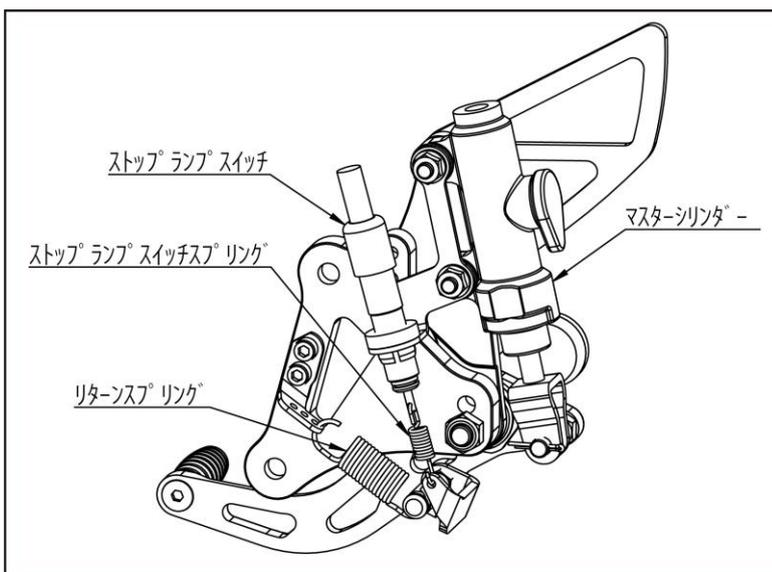

図2 マスターシリンダー取り付け
- ① アンダーカウルを取外します。
- ② 下記のSTDパーツをモリワキ製ステップに付け替えます。(図2参照)
- ③ 車体にステップを取付けます。